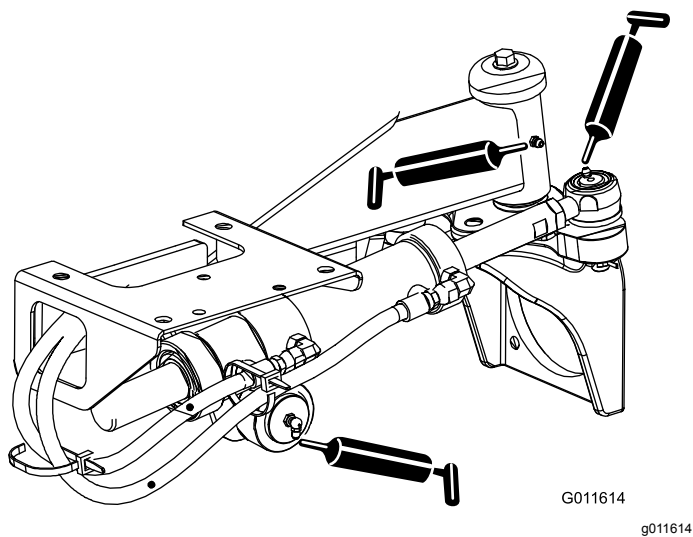

Figura 66
- Giunti a sfera del cilindro di sterzo (2) e assale posteriore (1) - Figura 66